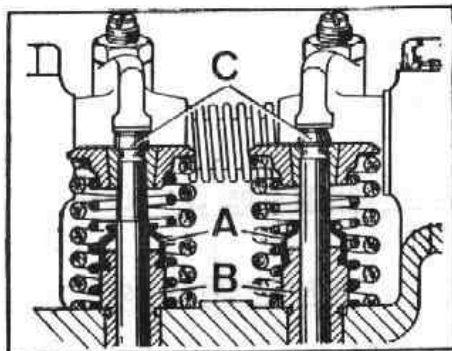
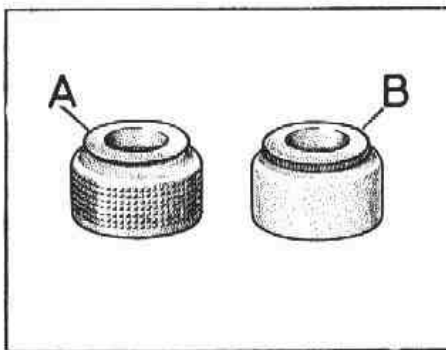

Fig. A1-70 Desmontaje de los retenes de aceite
Fig. A1-76 Montaje de retenes de aceite de las guías de válvulas
2.2. Extraer los retenes de aceite, A (Fig. A1-70).
- 3.1. Instalar los retenes de aceite de las guías (Fig. A1-70), cargando su interior de grasa silicona y teniendo en cuenta que el retén para las guías de las válvulas de admisión, B (Fig. A1-76) dispone en su canal, de un muelle compresor. El retén para las guías de las válvulas de escape, A, no dispone de muelle compresor y su orificio de ajuste sobre la válvula es de mayor diámetro.